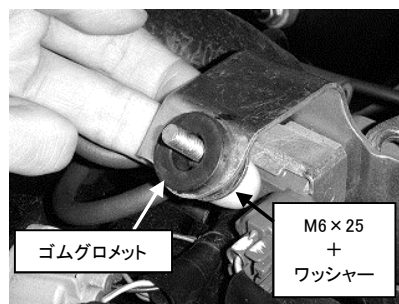

図 5
- 5) M6×25 のボルトへワッシャーを通し、ゴムグロメットの裏側から通します。図 5 参照